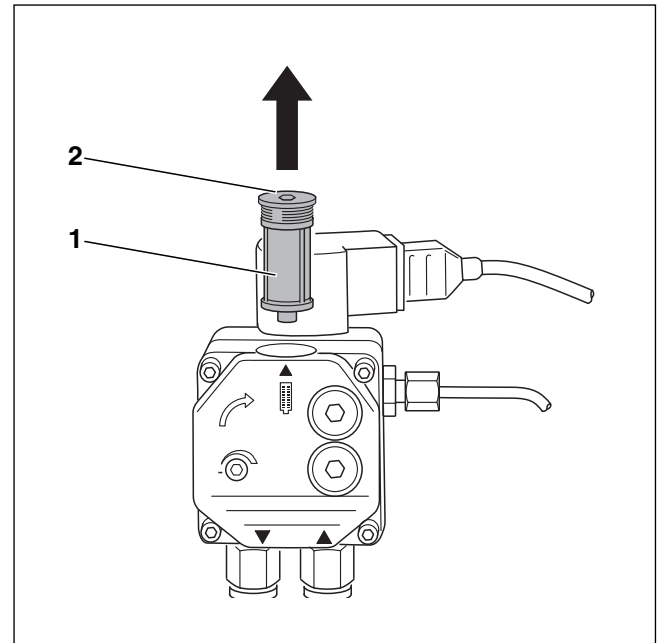

Bild 39 Ölpumpenfilter prüfen – Ölpumpe Danfoss
- Die Innensechskantschraube an der Oberseite (→ Bild 39, [2]) lösen.
- Ölpumpenfilter (→ Bild 39, [1]) nach oben herausziehen.
- Ölpumpenfilter (→ Bild 39, [1]) mit Waschbenzin reinigen, ggf. austauschen und wieder in die Ölpumpe einbauen.